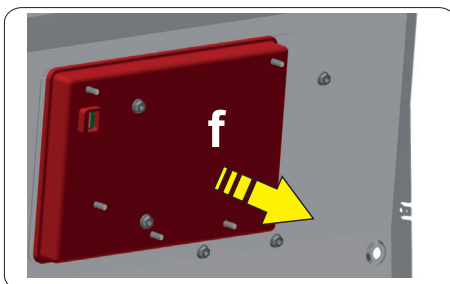

Fig. 13
- Rimuovere la scatola di protezione in plastica (posizione **f** - vedi **Fig. 13**).